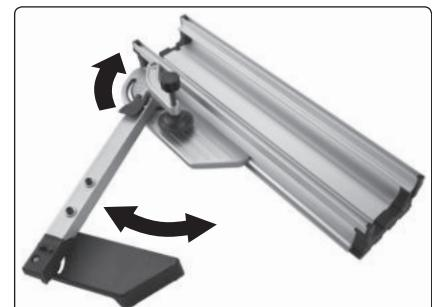

Abb. 16
1. Bauen Sie Gehrungsplatte gem. der Abbildung 16 zusammen. Durch Entriegeln des Sicherungshebels